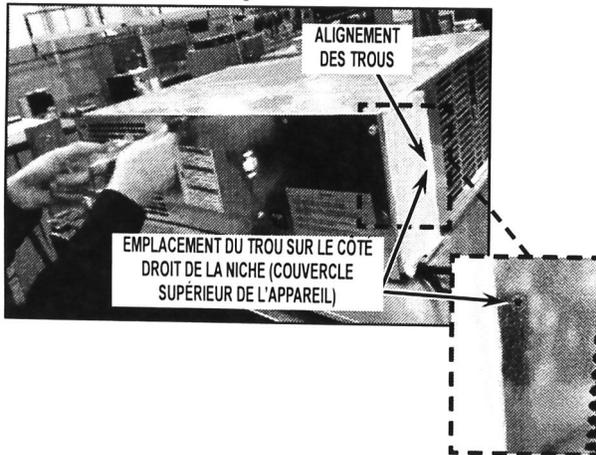

FIGURE 27
26. Remonter la niche (couvercle supérieur de l'appareil). Vérifier que la vis du côté droit de la niche (couvercle supérieur de l'appareil) est alignée avec le trou sur le côté du module HT. Fixer le panneau avant à la niche (couvercle supérieur de l'appareil). Voir Figure 27.